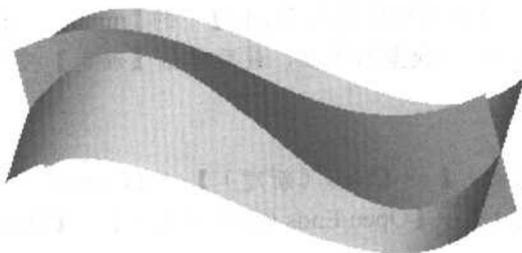
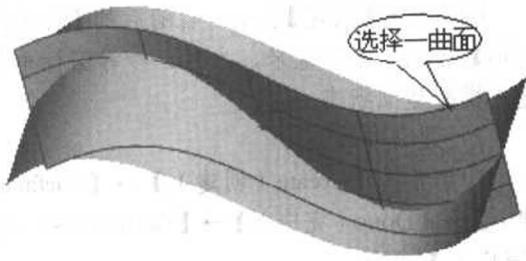

图 1-9 曲面求交模型
图 1-10 选择其中一曲面
(11) 单击工具栏内完成按钮 $\checkmark$ ，以结束截面的绘制。
(12) 单击【Blind (盲孔)】→【Done (完成)】命令，在文本框中输入 40 作为曲面拉伸深度。
(13) 单击【确定】按钮完成曲面的建立，最后得到的曲面模型如图 1-9 所示。
(14) 单击工具栏中曲线创建 $\text{~}$ 按钮，在曲线选项菜单中，单击【Intr.Surfs (曲面求交)】→【Done (完成)】命令。
(15) 系统提示：选取“单一”曲面的第一组，或整张曲面，面组或零件。单击【Single (单一)】命令，在主窗口中选择一曲面，单击【Done Sel (完成选取)】→【Done (完成)】命令，如图 1-10 所示。